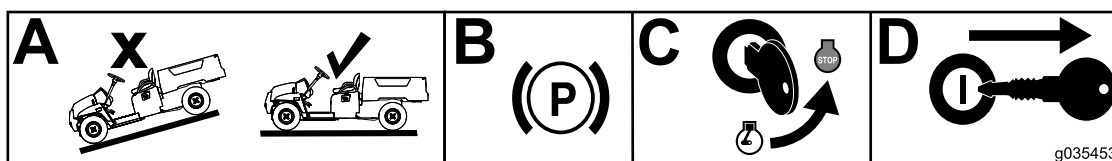

Figura 1
1. Desloque a máquina para uma superfície nivelada (caixa A de Figura 1).
2. Engate o travão de estacionamento (caixa B de Figura 1).
3. Desligue o motor (caixa C de Figura 1).
4. Retire a chave da ignição (caixa D de Figura 1).